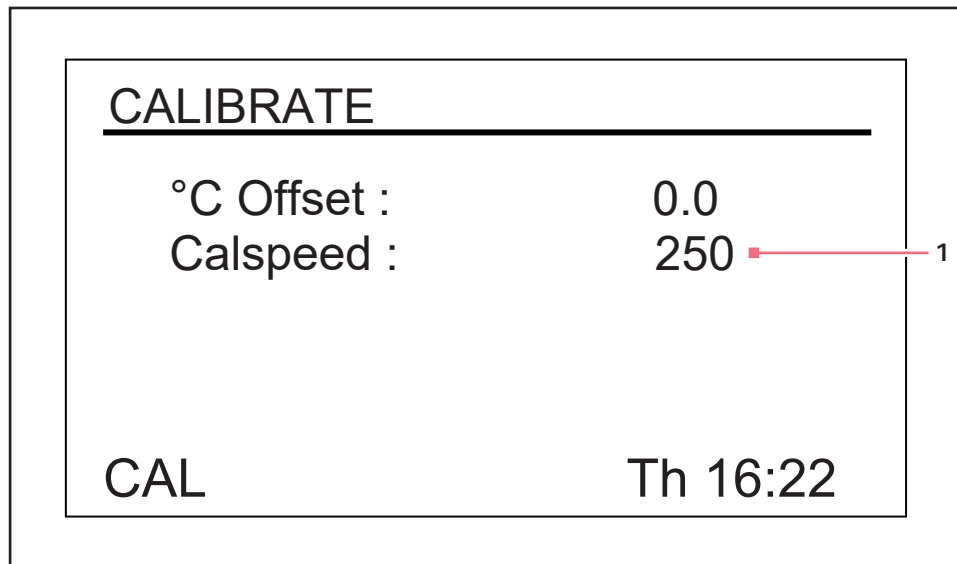

Fig. 9-15: Calibrando a tela
1. Utilize o botão de controle para acessar a tela *CAL* (aqui Fig. 9-15 na pág. 67).
A função **Calspeed** que é configurada na tela **CAL** (aqui Fig. 9-15 na pág. 67), é utilizada para calibrar a velocidade do mecanismo de agitação. Calibrada na fábrica, a velocidade não necessita de ser recalibrada até à substituição de um componente de operação principal (por ex., correia de acionamento).